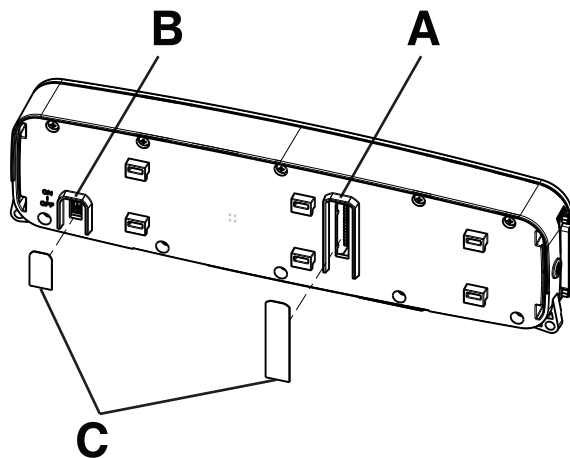

図 2 - スイッチの設定
2. ストレートピックを使用して、SB1およびSB2のディップスイッチ (A) をナースコールシステムとナースコール通信ケーブル (図 2) に合わせて設定します。
3. ストレートピックを使用して、Secure Connectのオン/オフスイッチ (B) をオンの位置にセットします (図 2)。
4. 付属のIPXラベル (C) 2枚をディップスイッチとSecure Connectの背面にあるオン/オフのカットアウトの上に貼り付けます (図 2)。